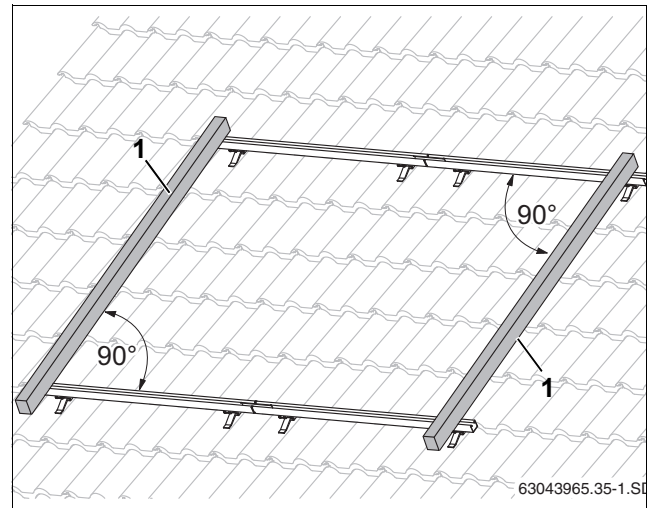

Рис. 33 Выравнивание профильных реек
- ▶ Выровняйте верхние и нижние профильные рейки относительно друг друга по краям в горизонтальной плоскости (рис. 33, используйте уровень).
Измерьте диагонали или положите планку (рис. 33, [1]) на концы профильных реек. Угол между планкой и профильной рейкой должен составлять  $90^\circ$ . Выровняйте профильные рейки в продольных отверстиях.